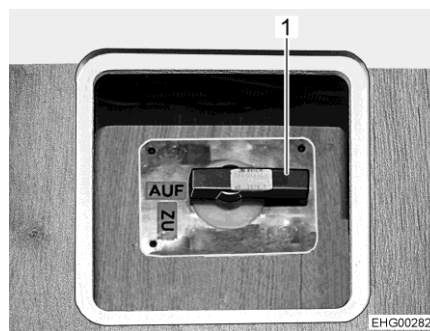

Bild 107 Manöverspak för avloppsventil
- Öppna avtappningskranen. Ställ manöverspaken (Bild 107,1) i läget "AUF" (öppen).
- Stäng avtappningsventilen igen. Ställ manöverspaken (Bild 107,1) i läget "ZU" (stängd).